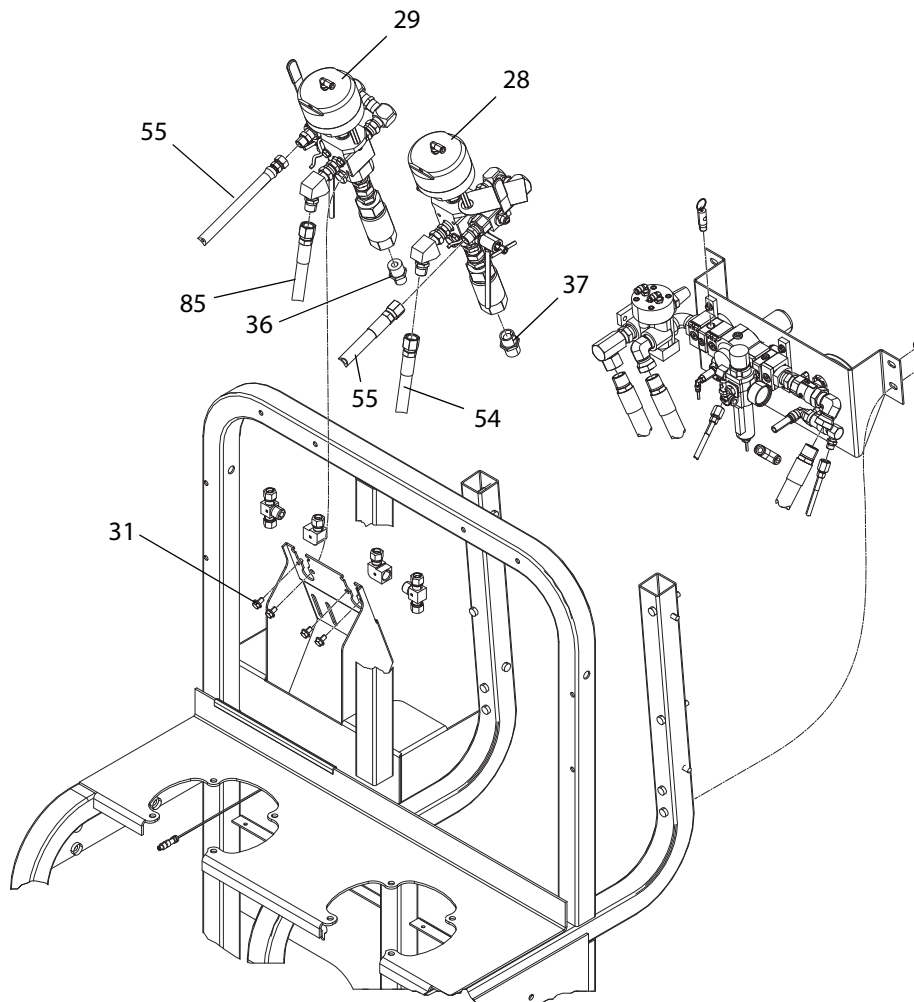

Рис. 6
2. Отсоедините все линии подачи жидкости от дозирующих клапанов (28 или 29). См. РИС. 6.
3. Извлеките два болта (31), с помощью которых дозирующий клапан крепится к кронштейну.
5. Отсоедините датчик давления (831) от дозирующего клапана. См. стр. 74.